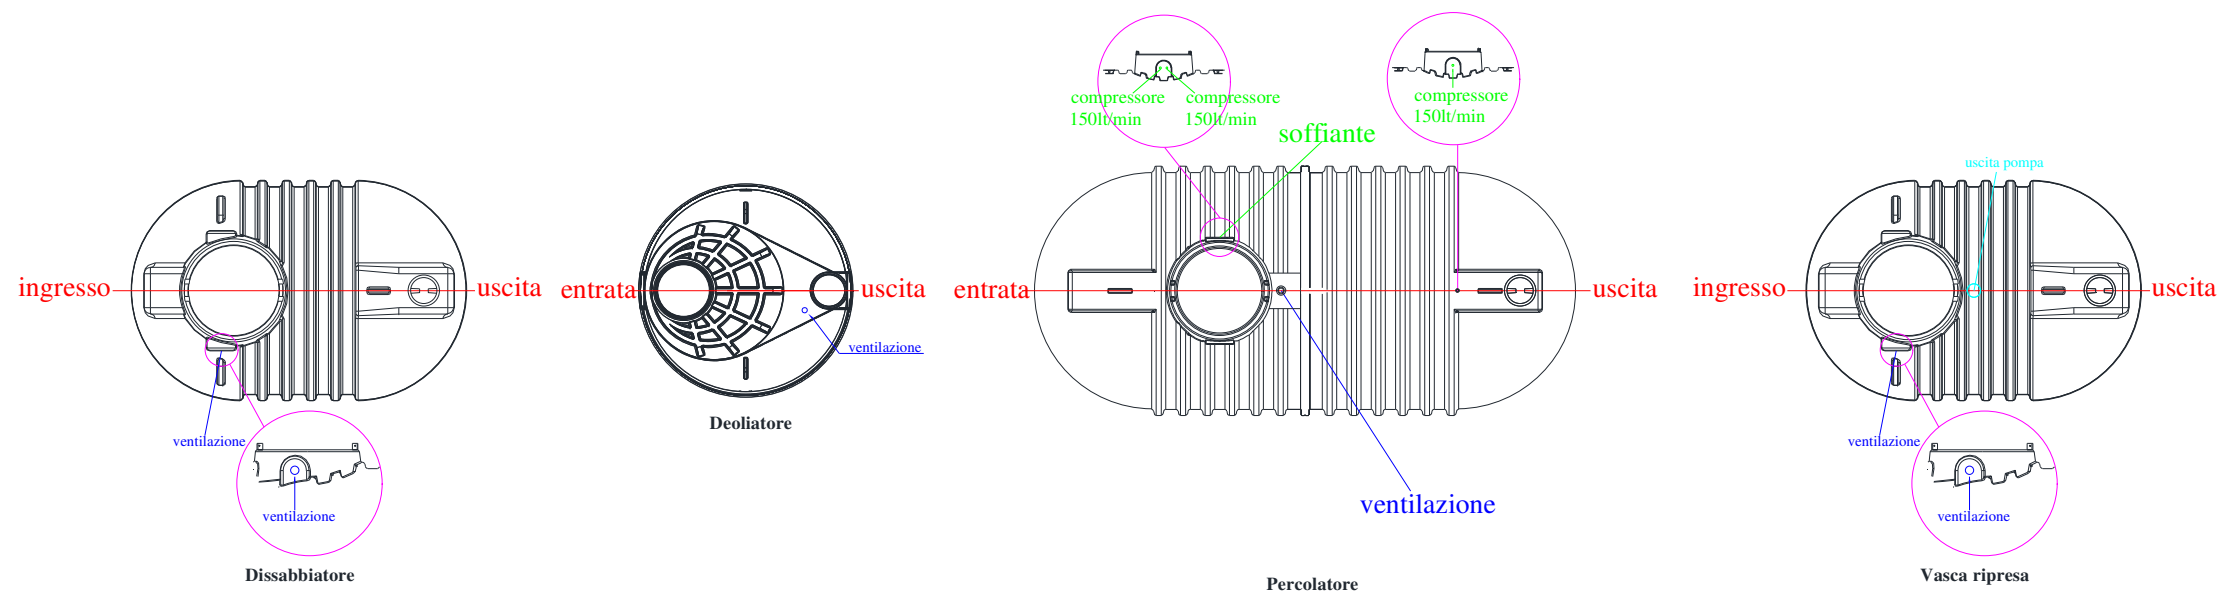

Fig.2 – Posizionamento collegamenti biogas, ossigenazione e pompa sezioni interrato
5.2. Collegamento uscite biogas (ventilazione) (Fig.2)
- il collegamento deve essere effettuato utilizzando fascette di acciaio inox e tubo tipo spring in gomma da 20mm, facendo attenzione che non si schiacci e non si formino strozzature. Il collegamento al depuratore avverrà in corrispondenza del raccordo identificato dalla targhetta o scritta "soffiante" (Fig.2).